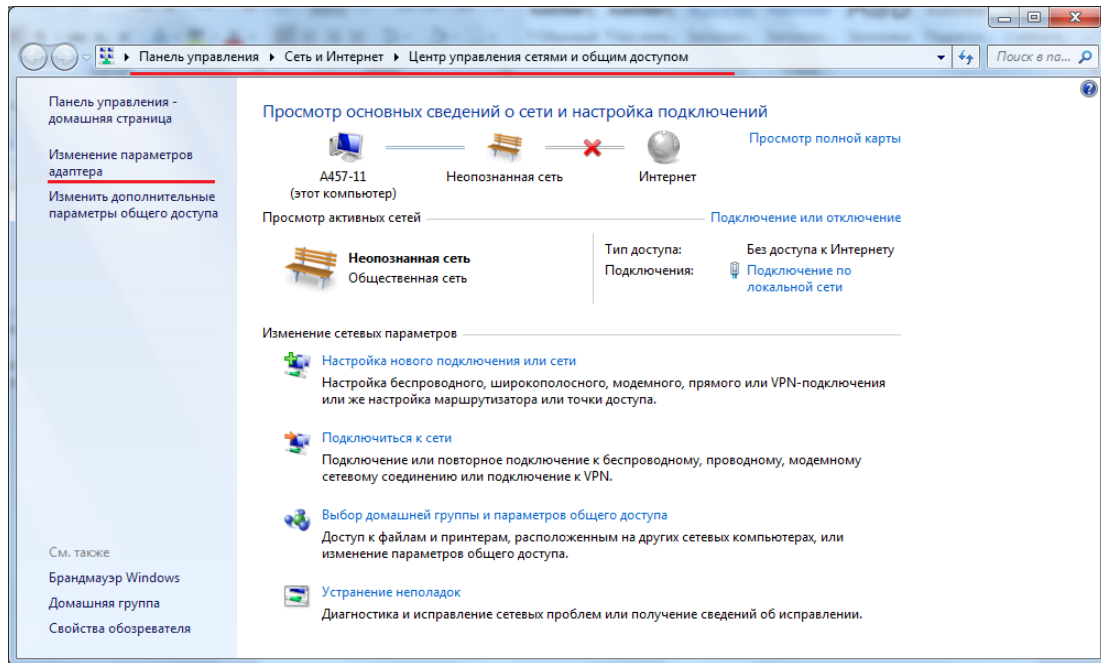

Рисунок 1.3 – Окно Центра управления сетями и общим доступом
- a. проверить IP-адрес компьютера, на котором настраивается сервер Trassir. Для этого открыть *Центр управления сетями и общим доступом*, в котором выбрать опцию *Изменение параметров адаптера* (рисунок 1.3)